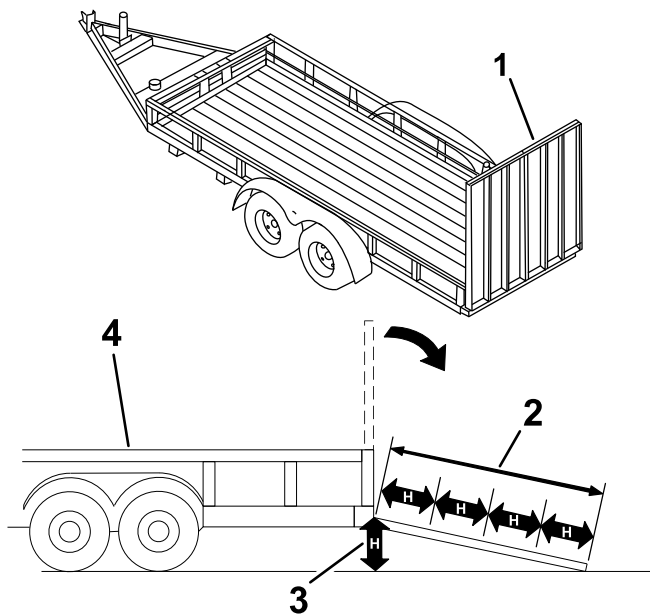

Bild 11
Beim Verladen einer Maschine auf einen Anhänger oder Pritschenwagen erhöht sich die Gefahr, dass die Maschine umkippt und schwere oder tödliche Verletzungen verursacht (Bild 11).
3. Senken Sie die Rampe ab (Bild 11).